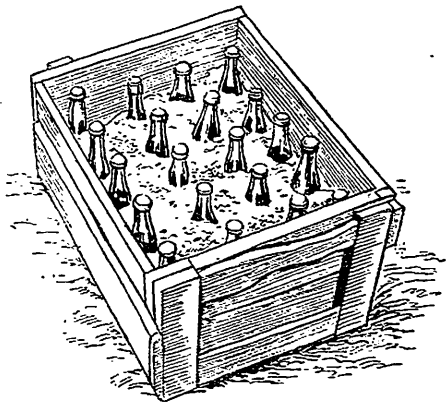

Рис. 2. Укладка зажигательных бутылок в ящик.
12. Для транспортировки бутылки укладываются в деревянный ящик и засыпаются землей (рис. 2), лучше рыхлой (не суглинок), чтобы упаковка не была слишком тяжелой.